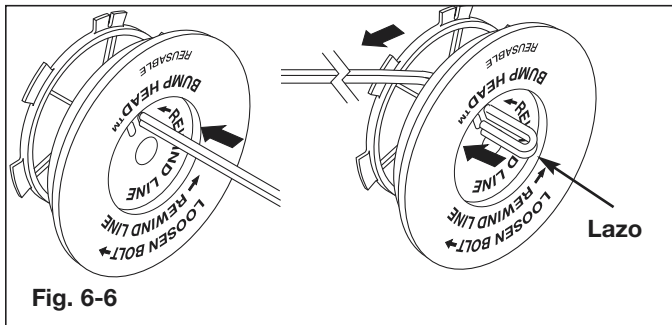

Fig. 6-6
8. Tome aproximadamente 15 pies (4.6 m) de nueva línea de corte. Inserte un extremo de la línea a través de uno de los orificios del carrete interior (Fig. 6-6). Pase la línea a través del carrete interior hasta que queden sólo 4 pulgadas fuera.
9. Inserte el extremo de la línea en el orificio abierto del carrete interior y tire de la línea en forma ajustada a fin de que el lazo sea lo más pequeño posible (Fig. 6-6).